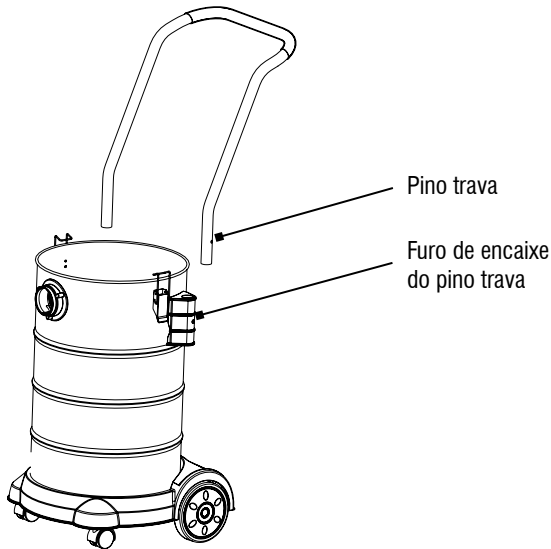

Fig. 6 – Encaixe da alça para transporte
- Encaixe a alça para transporte no corpo do aspirador até que o pino trava seja posicionado no furo de encaixe, conforme mostra a Fig. 6. Para remover a alça de transporte aperte o pino trava e puxe a alça de transporte;